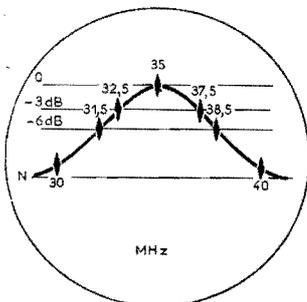

Fig. 35. — Courbe de réponse du circuit  $L_1C_{p1}$  simple (réjecteur hors circuit).
e) On règle le générateur de fréquence centrale sur 35 MHz et on ajuste  $L_2$  de telle manière qu'on observe sur l'écran du wobuloscope la courbe représentée figure 35.